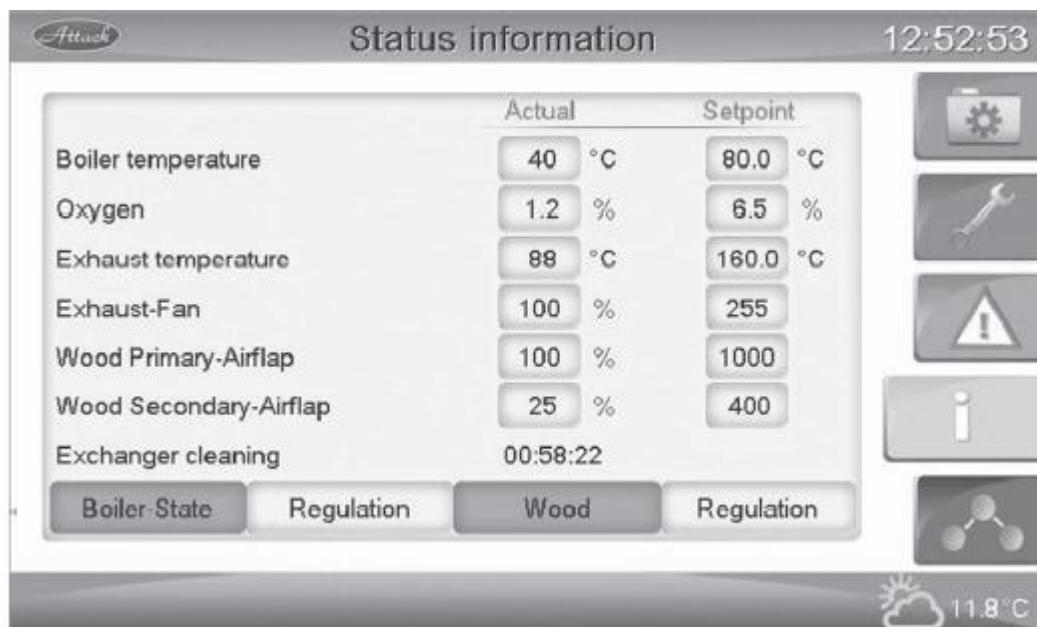

Fig. 29 Faza de control
4. Daca continua cresterea temperaturii gazelor arse, cazanul va trece in faza de reglare (Fig. 29).